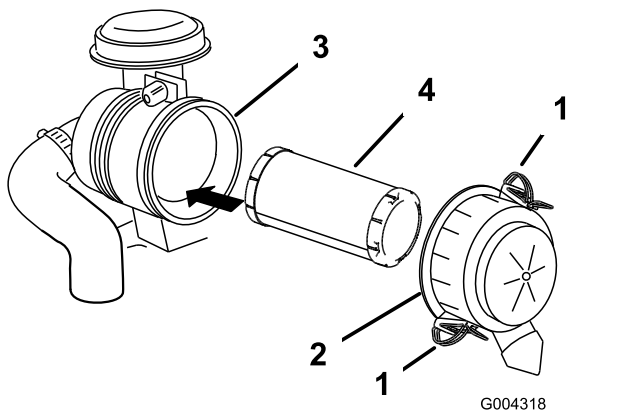

Figura 38
3. Rilasciate i dispositivi di fermo del filtro dell'aria e togliete il coperchio dal corpo del filtro (Figura 38).
5. Estraiete con cautela il filtro dal corpo del filtro dell'aria (Figura 38).